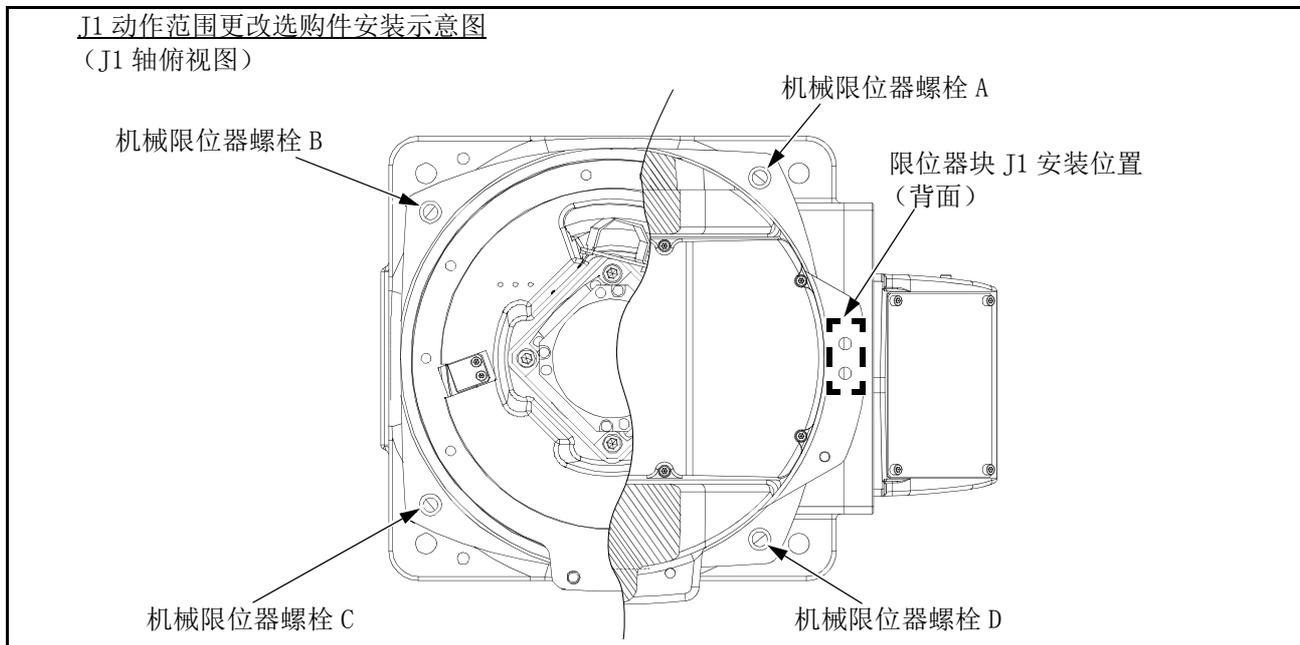

图 3-4: J1 轴动作范围变更选购件安装示意图 (RV-13FR 系列)
注 1) 表中的符号：“(A)” ~ “(D)” 与图 3-4 J1 轴动作范围变更选购件安装示意图 (RV-13FR 系列) 中的符号一致。
4) 安装机械限位器螺栓。请参照表 3-10 及图 3-4 安装将附带的螺栓安装至所需处。